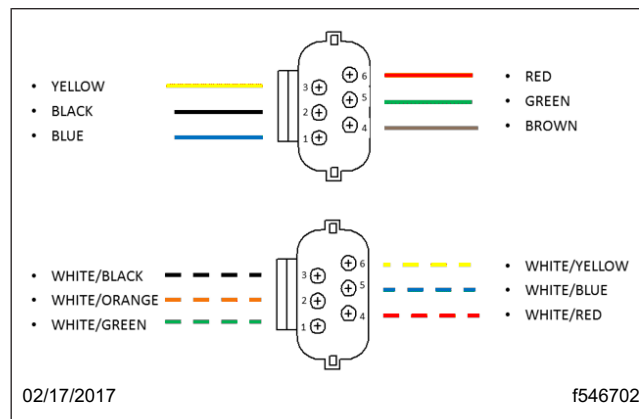
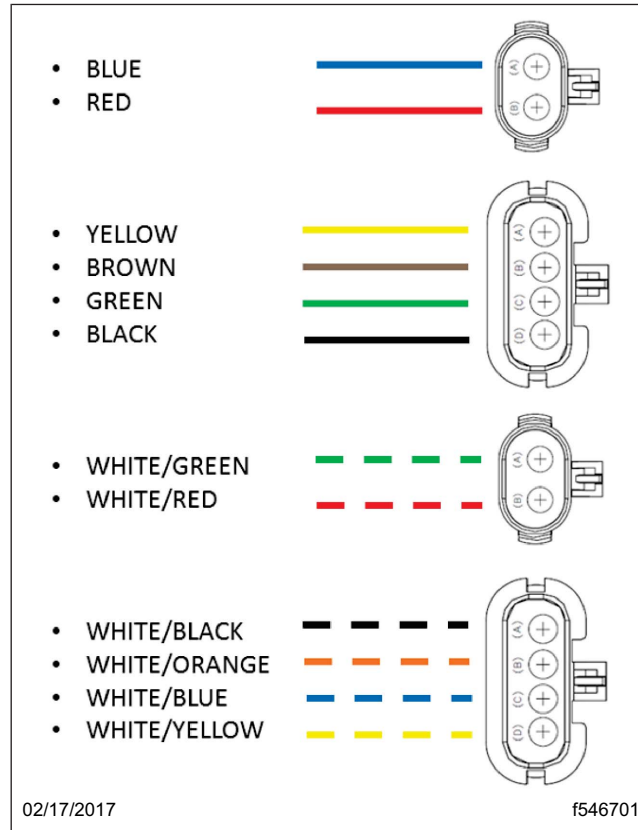

Fig. 37, Brochage de sortie
Fig. 38, Brochage d'entrée
52. Coupez les connecteurs de la prise principale, puis insérez les bornes, les joints et les connecteurs, comme illustré dans le **Tableau 13**, **figure 37** et la **figure 38**.